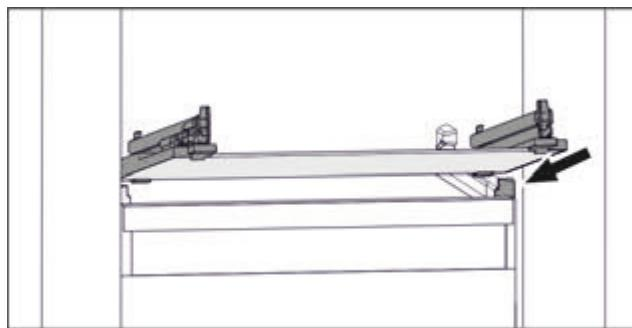

Fig. 79 Приближене відображення скляної пластини
- Встановити скляну пластину за стопорами навколо. (див. Fig. 79)